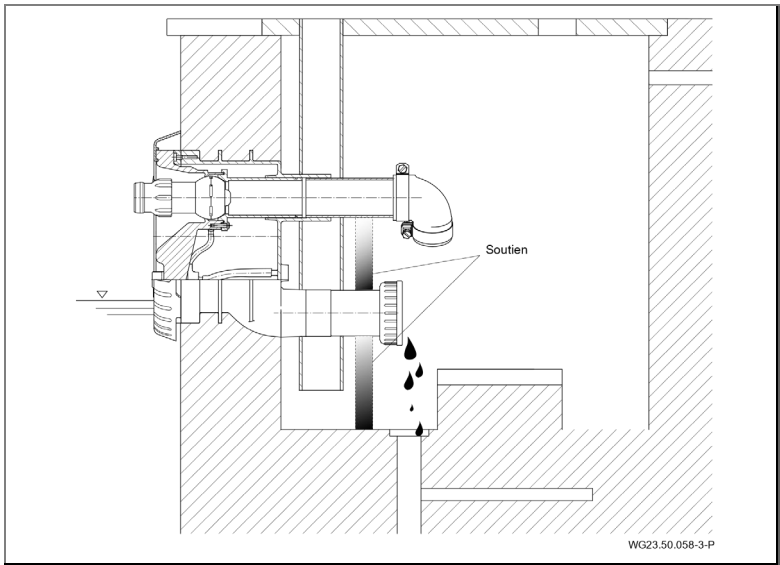

Fig. 22
- 3. Soulager les tuyauteries d'aspiration et de refoulement par des supports. Voir "Fig. 22", page 41.